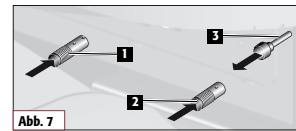

Abb. 7
Sekundärluft einstellen	Sekundärluftschieber (II) zwischen Markierung 1 u. 2 (s. Abb.7)